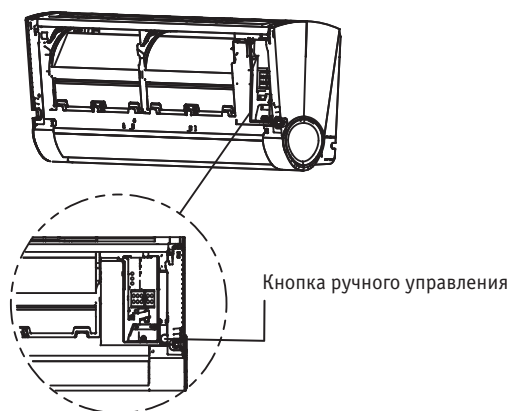

Рис. 35
2. Кнопка MANUAL CONTROL [Ручное управление] расположена с правой стороны блока. Чтобы перейти в режим COOL [Охлаждение] нажмите кнопку 2 раза. См. рис. 35.